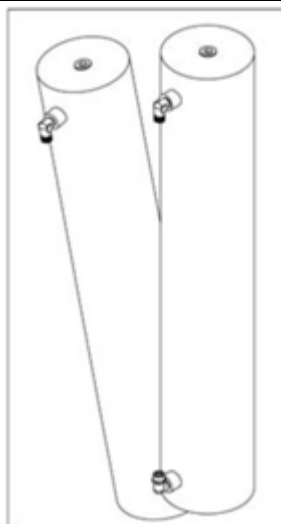

Рис.8 Емкость для фильтрования через активированный уголь
1. Мы рекомендуем пользователям заменять весь блок для фильтрации через активированный уголь **(Рис.8)** внутри установки не реже чем через каждые 2000 часов работы, отображаемых на LED-дисплее, для сохранения уровня чистоты N2 и выходной производительности N2.